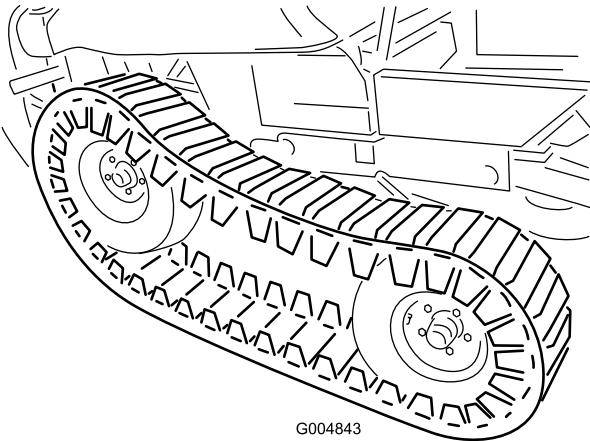

Figure 53
24. Avec l'aide d'une autre personne, soulevez l'avant de la chenille afin de pouvoir monter les pneus avant (Figure 53).